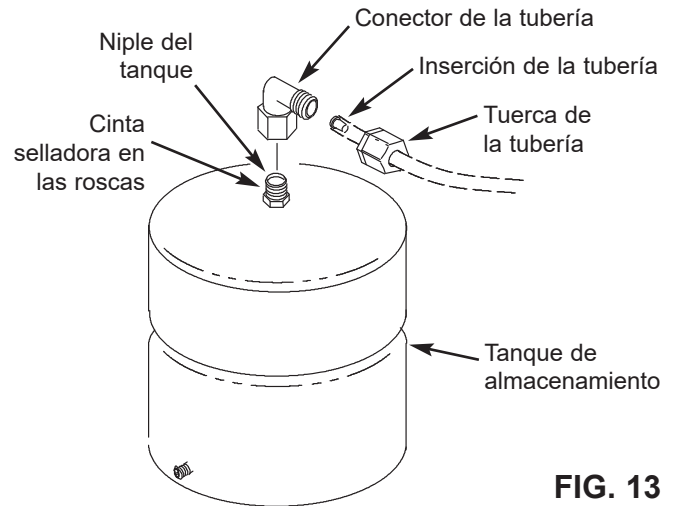

FIG. 13
1. Aplique cinta selladora (2 vueltas hacia la derecha) a las roscas en el niple que se encuentra en la parte superior del tanque. Vea la Fig. 13.
2. Ubique el conector de la tubería. Vea la Fig. 13. Dele al conector de la tubería en el niple del tanque unas 7 a 8 vueltas completas, lentamente para no torcer la rosca ni apretarlo excesivamente.
2. Ubique el conector de la tubería. Vea la Fig. 13. Dele lentamente al conector de la tubería en el niple del tanque unas 7 a 8 vueltas completas, para no torcer la rosca ni apretarlo excesivamente.
5. Conecte el tubo amarillo al conector del tanque. Vea las Figs. 13 y 22.